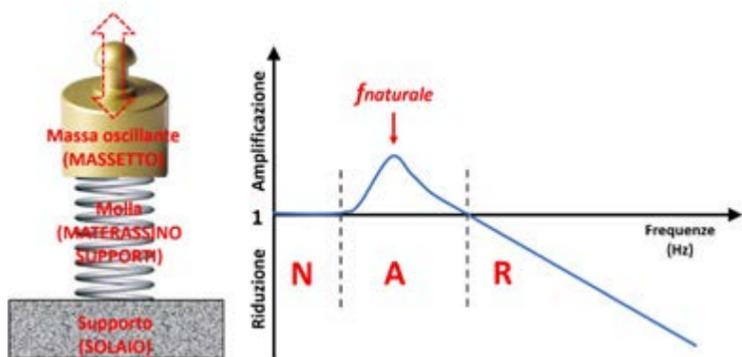

Figura 3.
Nella maggior parte dei casi le spalle e, se presenti, i rilevati di accesso sono prossimi alle sponde del corso d'acqua; in molti casi addirittura si spingono oltre la sponda, all'interno dell'alveo (**Figura 3**). In tutti questi casi un ampliamento laterale dell'alveo (erosione di sponda) può provocare l'aggiramento della struttura da parte della corrente fluviale con interruzione della strada e, nel caso, breccia nel rilevato. In sé lo scenario di danno può essere limitato, ma costituisce un pericolo per i veicoli e può causare instabilità della spalla con conseguente crollo del ponte o di sue parti.
Figura 3. Fiume San Bartolomeo, ponte della SS 187 a Alcamo (TP). Un evento di piena del 2021 ha causato erosione della sponda, con conseguente cedimento della struttura. (<https://www.youtube.com/watch?v=PK3qkopM7es>)
originata sul pavimento "si trasmette al supporto". Esiste una zona "neutra" in cui la vibrazione in ingresso viene trasmessa al supporto con pari intensità, una zona in cui la stessa viene amplificata e una zona, a destra di quest'ultima, in cui si ottiene una riduzione (Figura 3).